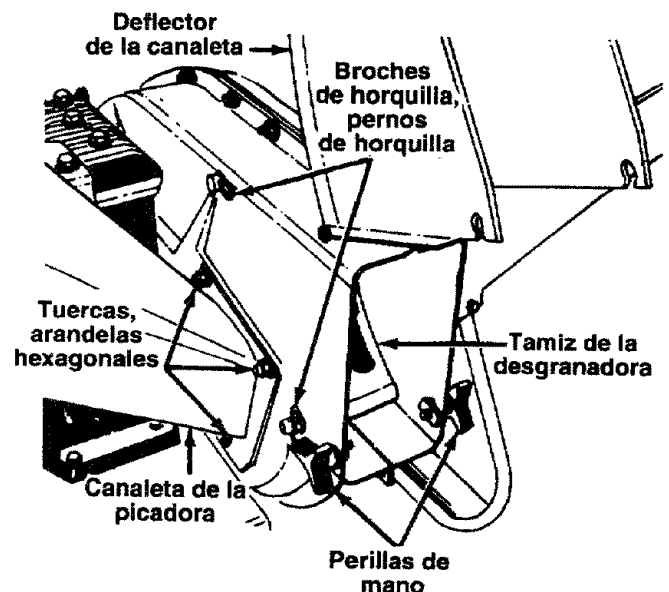

FIGURA 17.
- Saque dos broches de horquilla de los pernos de horquilla los cuales se extienden a través de la cubierta. Quite los pernos de horquilla. Levante el tamiz de la desgranadora desde el interior de la cubierta. Vea la figura 17.
NOTA: Asegúrese de rearmar el tamiz de la desgranadora con el lado curvo hacia abajo como se muestra en la figura 17.
- Quite la canaleta de la picadora sacando tres tuercas y arandelas hexagonales. Se requiere una llave de 1/2". Vea la figura 17.